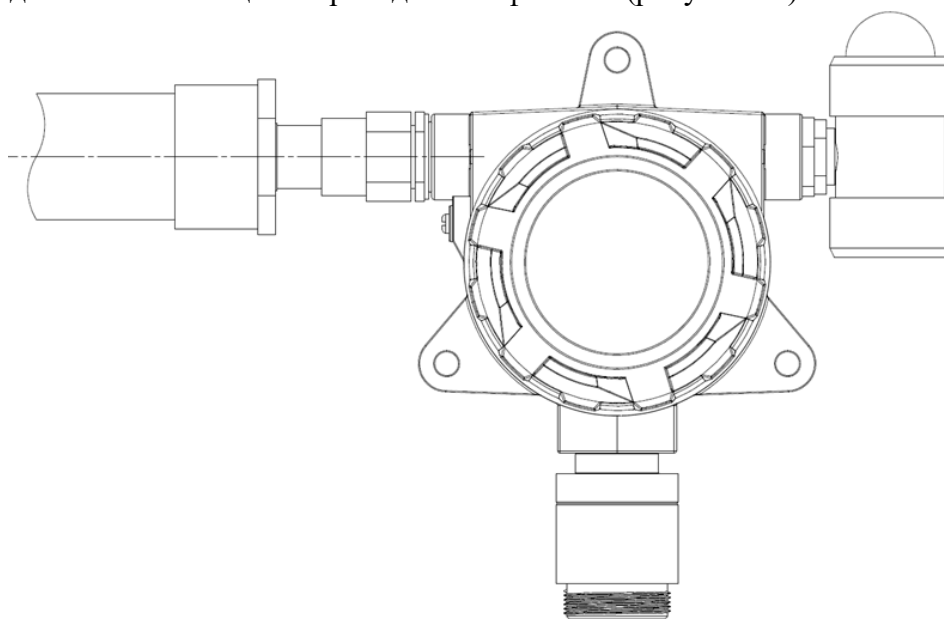

Рисунок 13 — внешний вид газоанализатора, установленного на трубе
3.3.12 Альтернативным вариантом установки является крепление газоанализатора на трубном соединении с помощью переходника и фитинга (рисунок 13).